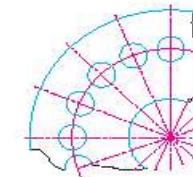

Рис. 1.15. Применение на чертеже сплошной волнистой линии
5. Сплошная волнистая линия (рис. 1.15)
3. Рассмотрите рисунок 1.15. Если не использовать сплошную волнистую линию, то как будет полностью выглядеть изображение?